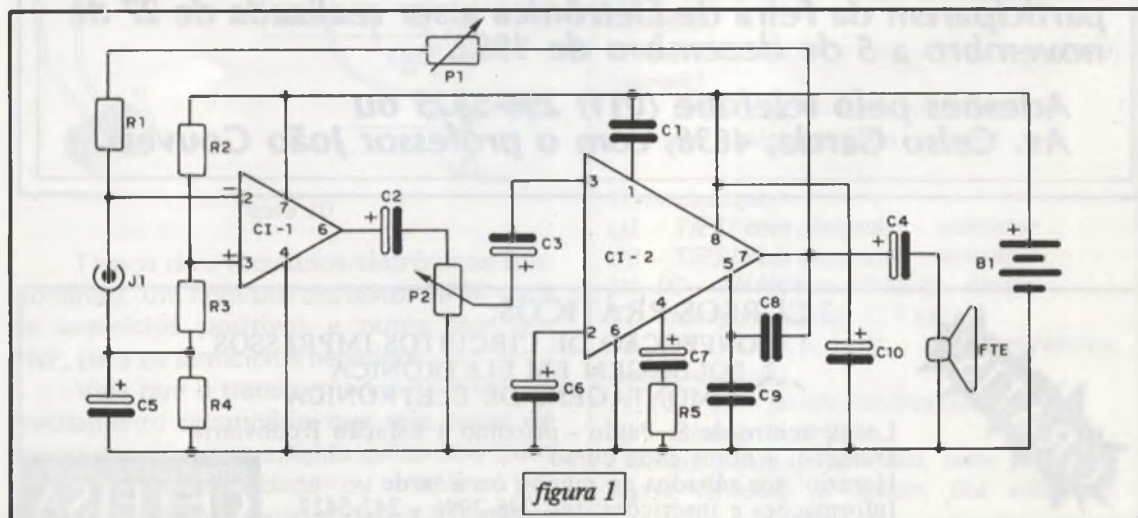

figura 1
Na figura 1 vemos o diagrama esquemático completo do amplificador, exceto a fonte de alimentação, capaz de fornecer
Quanto à fonte de alimentação B1 (figura 1) ela deve apresentar um valor de tensão contínuo não inferior a 12 volts, nem tampouco inferior a 18 volts devido às limitações dos integrados envolvidos —
- amplificador (figura 1) em repouso, isto é, sem excitação de entrada: consumo por volta de 18mA;
Como vemos, a fonte trata-se de uma ponte retificadora em onda completa e um robusto capacitor de filtragem que reduz o 'ripple' (ondulação) a um mínimo aceitável. Cabe a C2 uma filtragem adicional para sinais de elevada frequência, enquanto o conjunto Led1-R1 é a indicação luminosa de que a fonte está ligada à rede através do interruptor CH1, o qual é associado ao cursor do potenciômetro de volume P2 (figura 1).